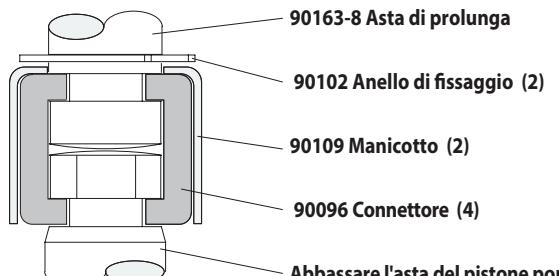

Figura 2
- Con una pinza e-ring, far scorrere l'anello di fermo fino abbastanza lontano consentire il manicotto di spostare verso l'alto e rilasciare i due connettori (vedi figura 2) Accantonare il motore ad aria.